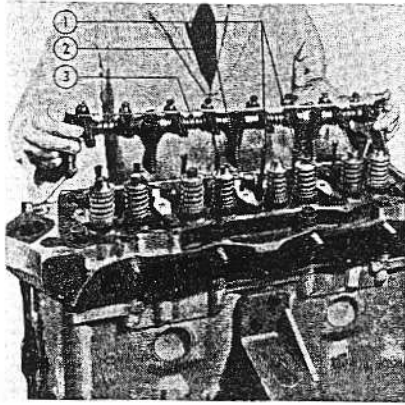

Fig. 45
9. Maak de tuimelaars met draad vast aan de as, draai de bouten los en demonteer de tuimelaaras (fig. 45)
1. Monteer een nieuwe pakkingring in het oliedoorvoergaatje (fig. 45).